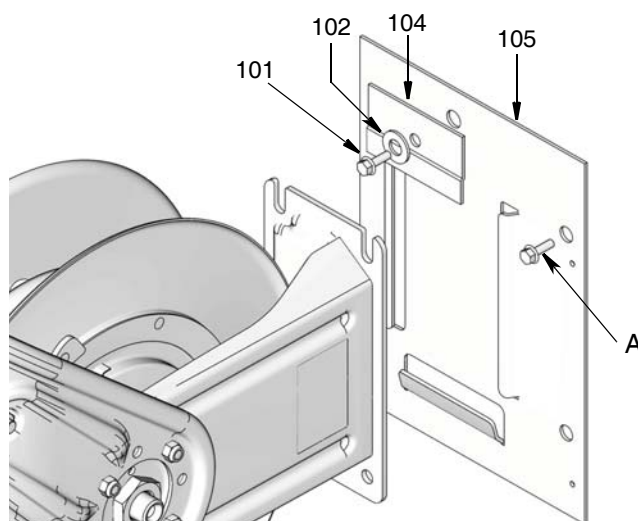

ABB. 5
**HINWEIS:** Für die Wand-/Deckeninstallation muss der Bediener vier Befestigungsschrauben und vier Unterlegscheiben (A) (ABB. 5) bereitstellen, die stark genug sind, das Gewicht von Kabelaufroller, Kabel und Zubehör zu tragen. Siehe Technische Daten auf Seite 27 für das Gewicht der Kabelaufroller ohne Zubehör.
3. Den Sockel (ABB. 5 - 105) verwenden, um die Position der Befestigungslöcher vor dem Bohren darzulegen.
**HINWEIS:** Für eine einfachere Installation, die Sockelplatte (105) zuerst an der Wand befestigen (ABB. 5).
4. Befestigungslöcher bohren. Sockelplatte (105) mit den 4 bereitgestellten Befestigungsschrauben (A) an der Wand befestigen, die stark genug sind, das Gewicht von Kabelaufroller, Kabel und Zubehör zu halten. Schrauben gut festziehen.
5. Kabelaufroller auf Sockelplatte (105) schieben und Halteplatte (104), Unterlegscheibe (102) und Schraube (101) installieren. Schraube gut festziehen (ABB. 5).